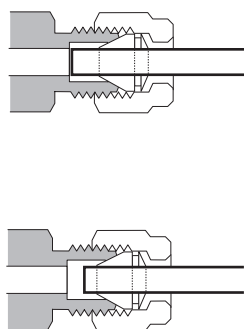

図 12 完成したフィッティング
- 10 図 12 には、正しくねじ込まれた接続と正しくねじ込まれていない接続の両方が示されています。正しくねじ込まれたフィッティングのチューブの端は、破損しておらずまたフェラルの動作を妨げないことに注意してください。